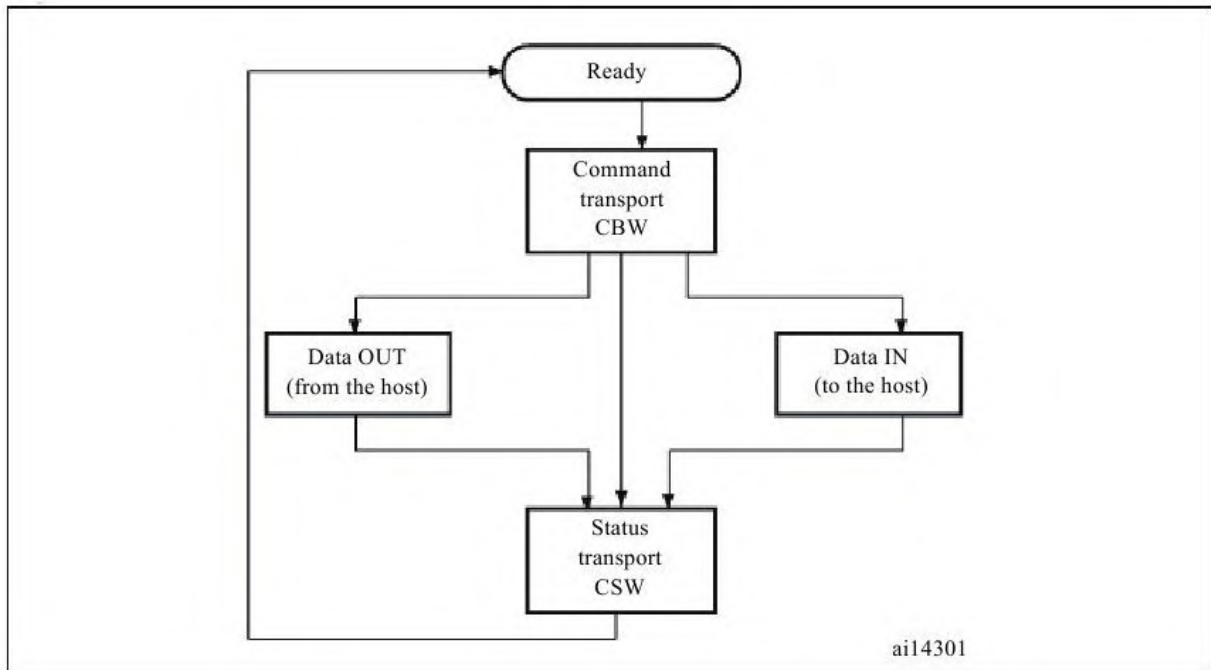

图 20-10 传输状态机
以图20-10分析，结合BOT协议和SCSI协议。当USB接口处于准备状态时，主机使用以BOT中的CBW格式向设备发送包含Write (10) 的SCSI命令，USB设备接收到该命令后，使用CSW格式向主机说明命令通过，接着主机使用端点2 BulkOut传输大量要被写入USB存储器的数据（实际上，发送CBW时也是使用端点2）。当要从USB存储器读取数据时，该过程类似。